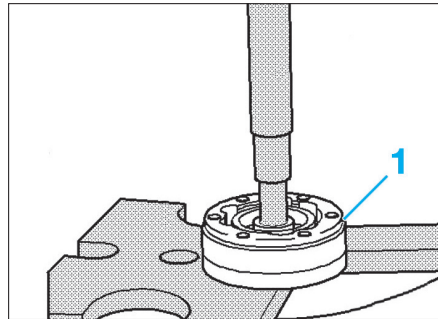

Fig. 8
- Extraire le joint (1) côté boîte de vitesses à l'aide d'une presse (Fig.8).